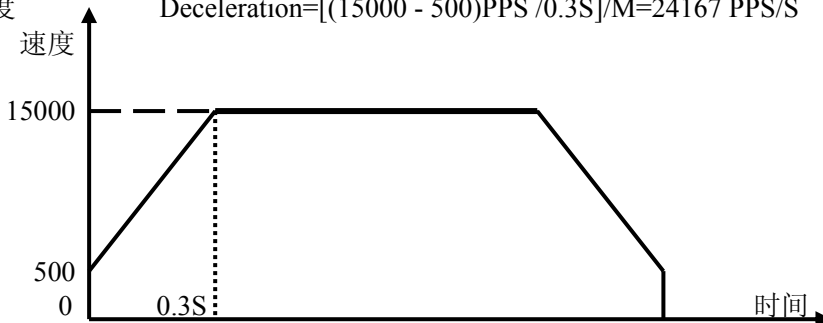

图 2.2.3 定长脉冲驱动模式
■ 如图 2.2.3，从实际初始速度 500 PPS 加速至 15 000 PPS，时间为 0.3 S (秒)